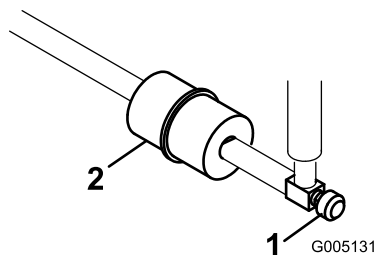

Bild 46
In die Kraftstoffleitung ist zwischen dem Kraftstofftank und dem Vergaser ein Filter eingebaut (Bild 46). Stellen Sie sicher, dass der Pfeil am Filter vom Kraftstofftank weg ausgerichtet ist.
1. Schließen Sie den Kraftstoffhahn, lockern die Schlauchklemme an der Vergaserseite des Filters und ziehen die Kraftstoffleitung vom Filter ab (Bild 46).
2. Stellen Sie ein Auffanggefäß unter den Filter, lockern die verbliebene Schlauchklemme und entfernen den Filter (Bild 46).